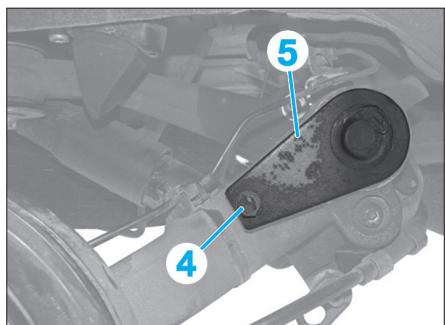
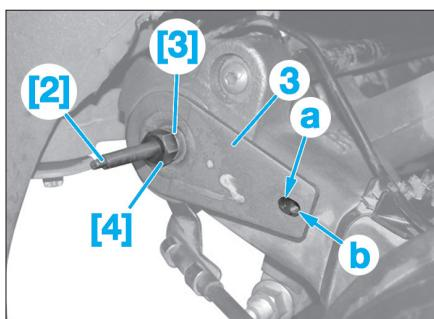

Fig. 52
Fig. 53
- Déposer la vis (4) (Fig.52).
- Sortir la barre antidévers équipée du levier (5).
- Engager la barre dans la traverse d'essieu jusqu'à ce que le levier (5) soit en butée sur le bras de suspension (Fig.52).
- Mettre en place la rondelle et serrer la vis (4) du levier (5) sur le bras de suspension.
- Mettre en place la tige filetée [2] lubrifiée (Fig.53).
- Engager le levier (3) et l'orienter de façon à aligner la boutonnière (a) avec le trou de fixation (b).